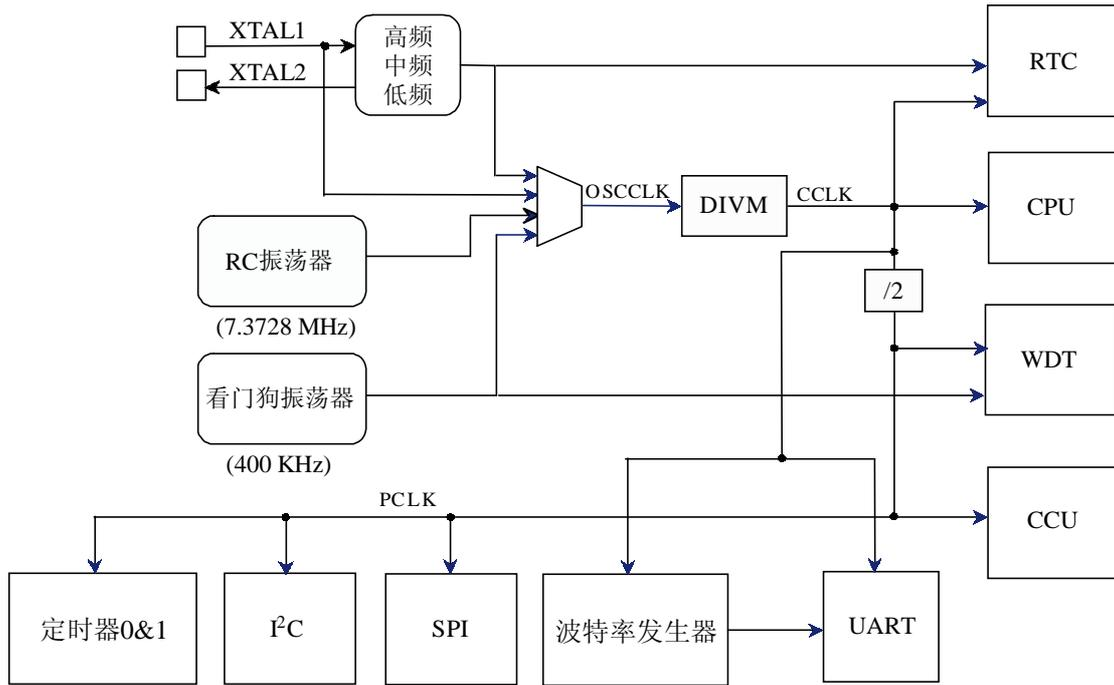

图3 振荡器控制框图
- OSCCLK—输入到 DIVM 分频器的时钟。OSCCLK 可选择 4 个时钟源之一 (见图 3), 也可分频到较低的频率 (见 DIVM 寄存器一节)。注: fosc 定义为 OSSCLK 频率